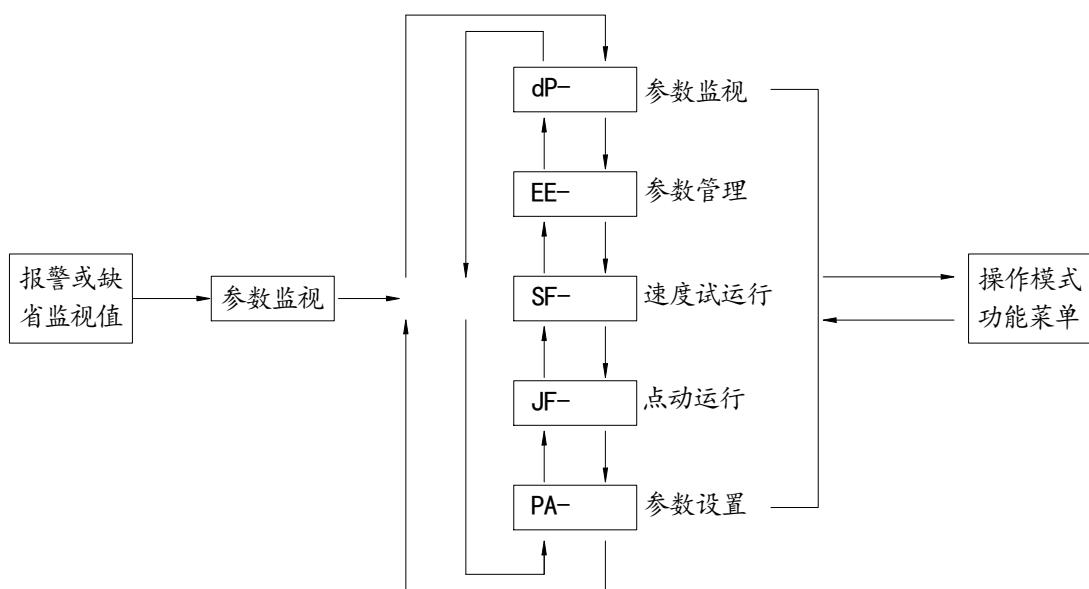

图 3-1 方式选择操作框图
- 3) 系统操作按多层次操作菜单执行，第一层为主菜单，包括五种操作模式（如图 3-1 所示）；第二层为各操作模式下的功能菜单。